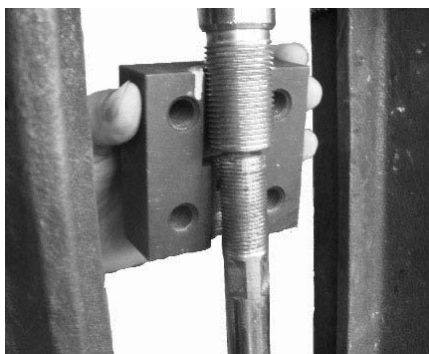

Рис. 8.
2. Подсоедините трубку панели ручной загрузки к верхней пластине (17).
4. Снова подсоедините трубку панели ручной загрузки к верхней пластине (17) и траверсе (1), объединенной с соединительным элементом нижней пластины.
5. Втяните шток привода приблизительно на 0,1 дюйма (2 мм) пневматически или путем вращения маховика, контролируя перемещение штока с помощью шкалы хода (см. рисунок 8).
4. Выдвиньте шток привода приблизительно на 0,1 дюйма (2 мм) пневматически или путем вращения маховика, контролируя перемещение штока с помощью шкалы хода (см. рисунок 8).
5. Соберите разъемный зажим (22).
2. Подсоедините трубку панели ручной загрузки к траверсе (1), объединенной с соединительным элементом нижней пластины.
3. Втяните шток привода приблизительно на 0,1 дюйма (2 мм) пневматически или путем вращения маховика, контролируя перемещение штока с помощью шкалы хода (см. рисунок 8).
4. Соберите разъемный зажим (22).